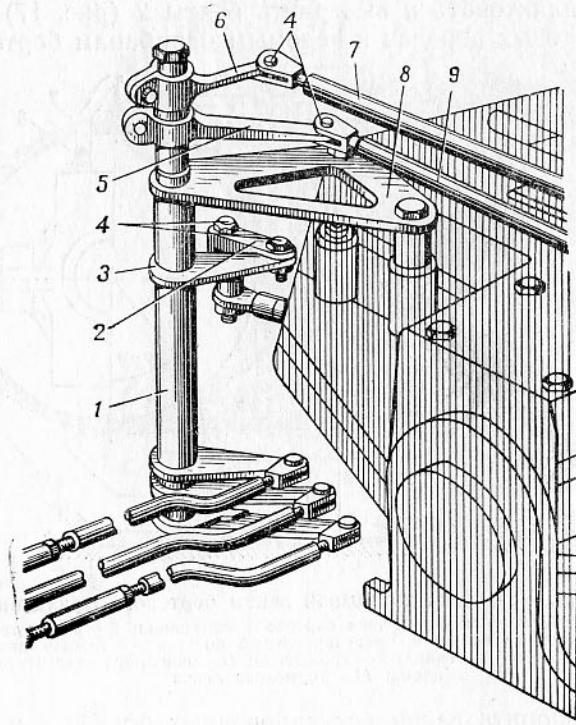

Рис. 18. Установка вертикальных валиков коробки передач:
13. Расшплинтовать, вынуть пальцы 4 (рис. 18) и отъединить тяги 2, 7, 9 от верхних рычагов 3, 5, 6 вертикальных валиков и подводковых валиков коробки передач. Снять тяги.
18. Установить кронштейн 8 (рис. 18) вертикальных валиков на место и прикрепить к коробке передач гайками. Застопорить гайки стопорными шайбами.